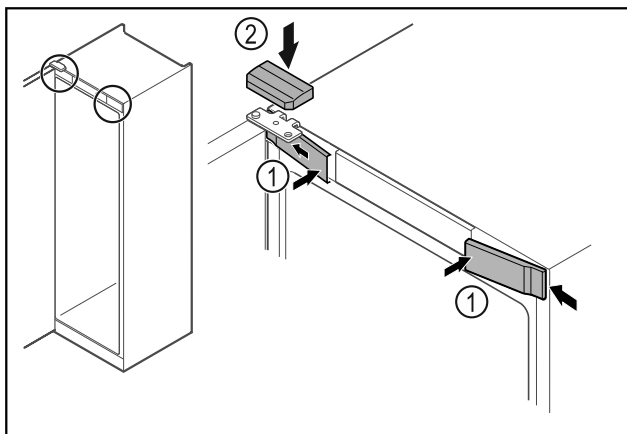

Fig. 27
- Haka fast skydden fram Fig. 27 (1) på sidan och sätt på dem.
- Sätt på det övre skyddet Fig. 27 (2) uppifrån.